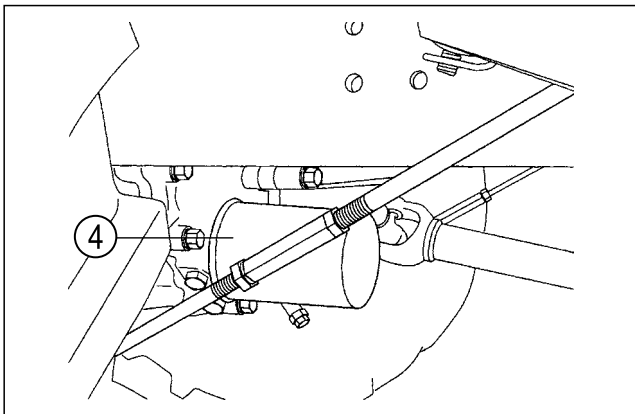

FIG. 5-18
FIG. 5-18 : Remplacez toujours le filtre à huile hydraulique une fois l'huile vidangée. Dévissez prudemment le filtre à huile (4), de son adaptateur. L'utilisation d'une clé à filtre peut être nécessaire.